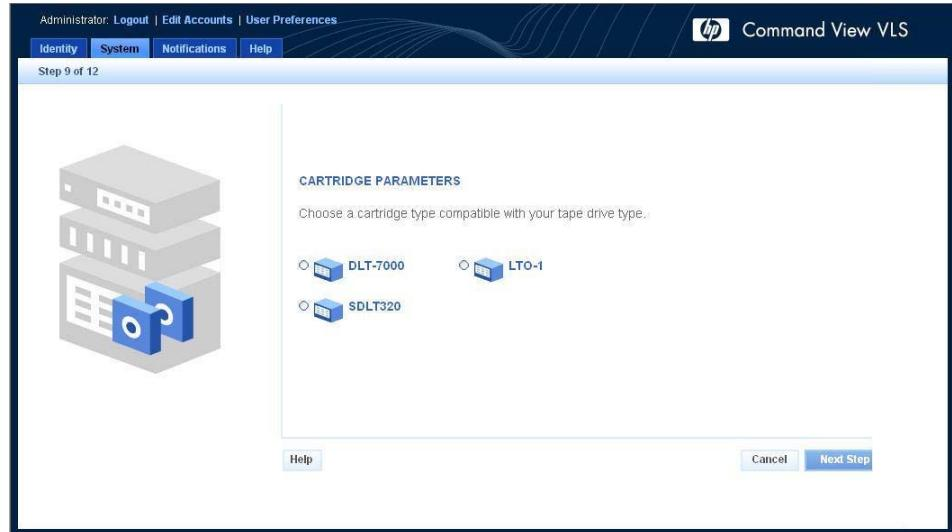

Figure 36 Fenêtre Create Virtual Library Wizard (Assistant de création de librairie virtuelle) (9 de 12)
6. Sélectionnez le type de cartouche physique à émuler (Figure 36).